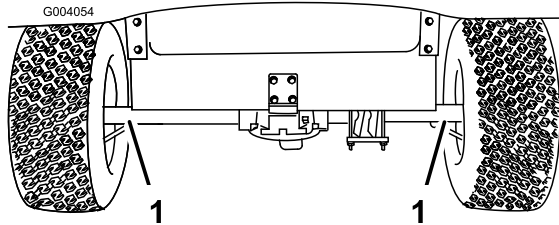
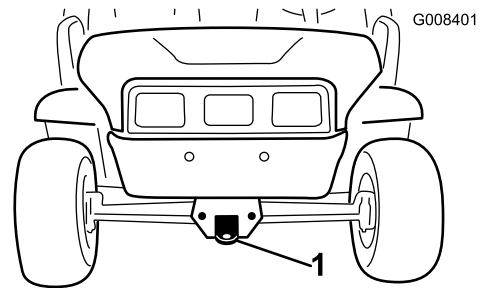

Bild 20
Bild 21
Benutzen Sie einen Anhänger, um das Fahrzeug über längere Strecken zu transportieren. Stellen Sie sicher, dass das Fahrzeug auf dem Anhänger befestigt ist. Beachten Sie für die Position der Vergurtungsstellen die Bilder Bild 20 und Bild 21.
2. Befestigen Sie ein Schleppkabel an der Lasche vorne am Rahmen (Bild 21).